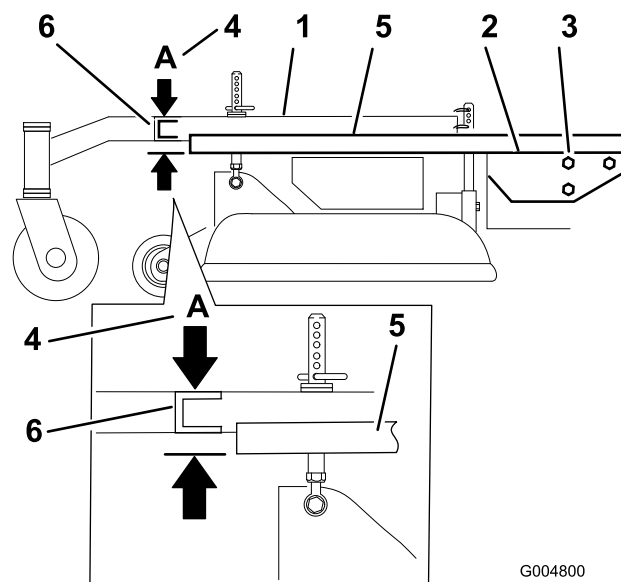

Figura 64
3. Coloque una regla larga en la parte superior de la plataforma del motor según se ilustra en la Figura 64.
4. En la ranura transversal del bastidor de tiro, mida la altura en la posición **A** (Figura 64). Debe ser de 33 mm (1-5/16 pulg.), con una tolerancia de más o menos 6 mm (1/4 pulg.).
6. Afloje los pernos de montaje del bastidor de tiro en los dos lados de la máquina (Figura 64).
7. Alinee el bastidor de tiro y la plataforma del motor para que tengan una altura de 33 mm (1-5/16 pulg.), con una tolerancia de más o menos 6 mm (1/4 pulg.) en la posición **A** (Figura 64).